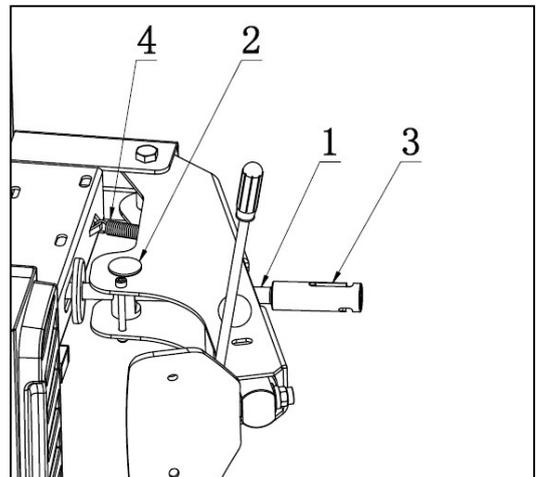

図 9
- 図 9 に示すように、シリンダーロッド(図 9-1)をビードブレーカーアームスライドブッシュ(図 9-2)に差し込みます。調整装置(図 9-3)をシリンダーロッドの端にねじり止めします。
- 図 9 のようにスプリング(図 9-4)を掛けます。